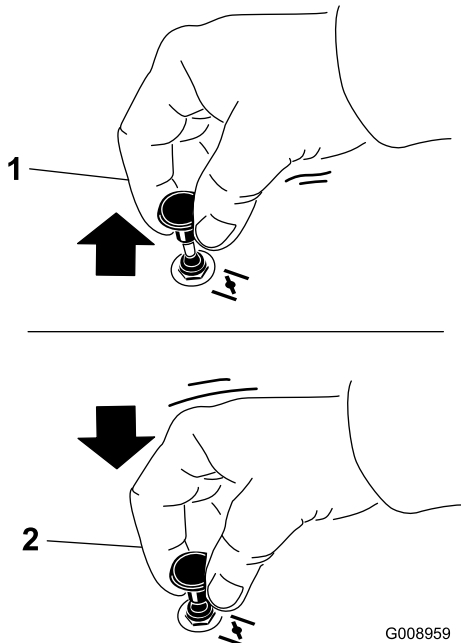

Figura 14
2. Tirate su la manopola dello starter per innestare lo starter prima di usare l'interruttore di accensione (Figura 14).
3. Spingete giù la manopola dello starter per disinnestarlo una volta acceso il motore (Figura 14).